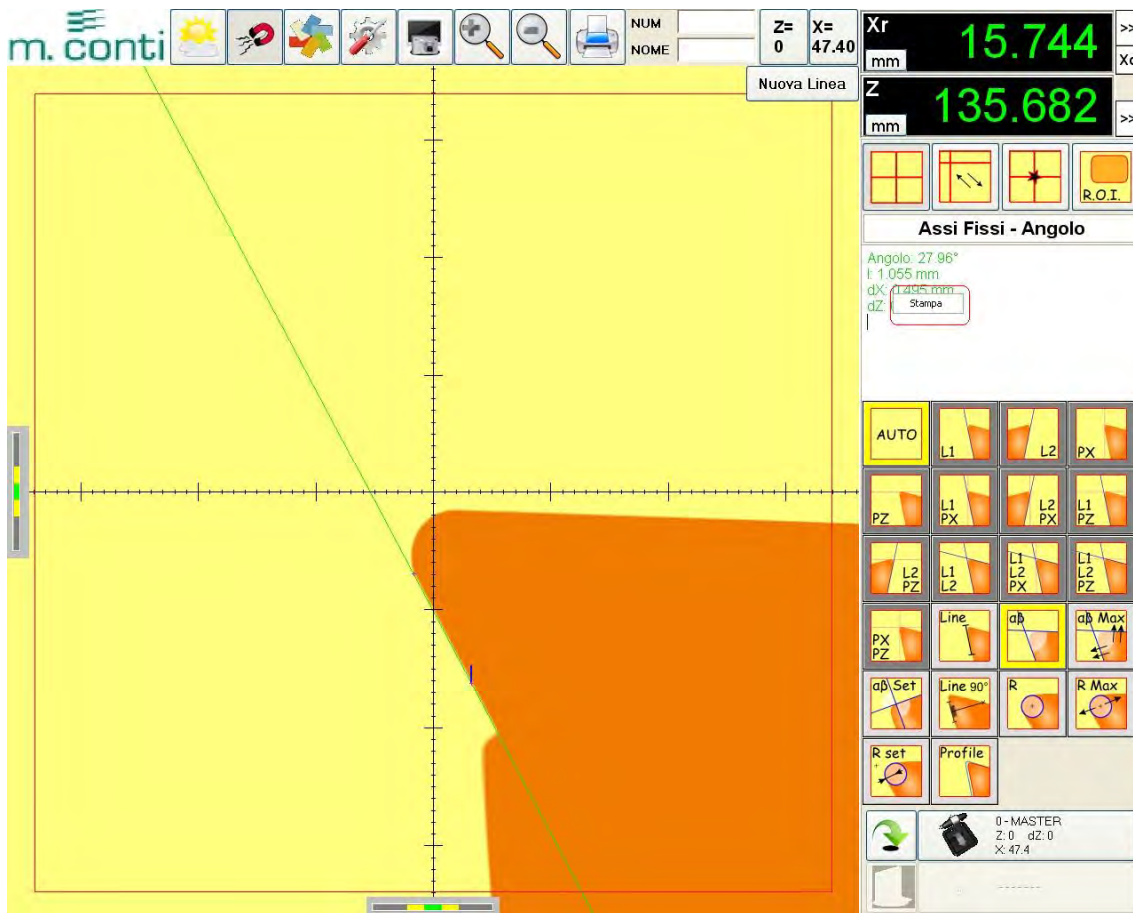

fig. F12
- Cliquer avec le bouton de droite de la souris dans la fenêtre vidéo et la commande "Imprimer" s'affiche (fig. F12)